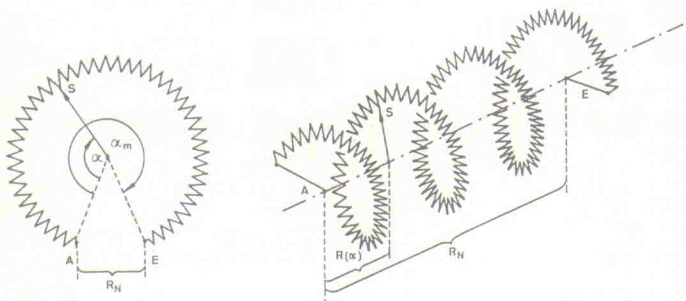

Bild 14. Lineare Drehpotentiometer mit kreis- und spiralförmigem Widerstandselement.
Zur Messung von Drehwinkeln eignen sich lineare Drehpotentiometer mit kreis- oder spiralförmigem Widerstandselement für Winkel unter oder weit über 360° (Bild 14). Wege von $0...10$ mm bis $0...750$ mm lassen sich recht gut mit geradlinigen Potentiometern messen. Die Potentiometer besitzen drei Anschlüsse: Anfang (A), Ende (E) und Schleifer (S), an dem der winkel- oder wegproportionale Widerstand